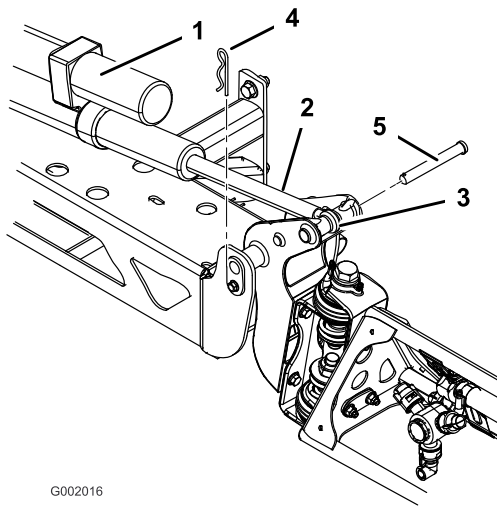

Bild 42
2. Nehmen Sie den Splint vom Gelenkstift ab (Bild 42).
durch das Gelenk des Spritzgestänges und die Aktuatorstange (Bild 42).
3. Heben Sie das Spritzgestänge an und nehmen Sie den Stift ab (Bild 42). Senken Sie das Spritzgestänge langsam auf den Boden ab.